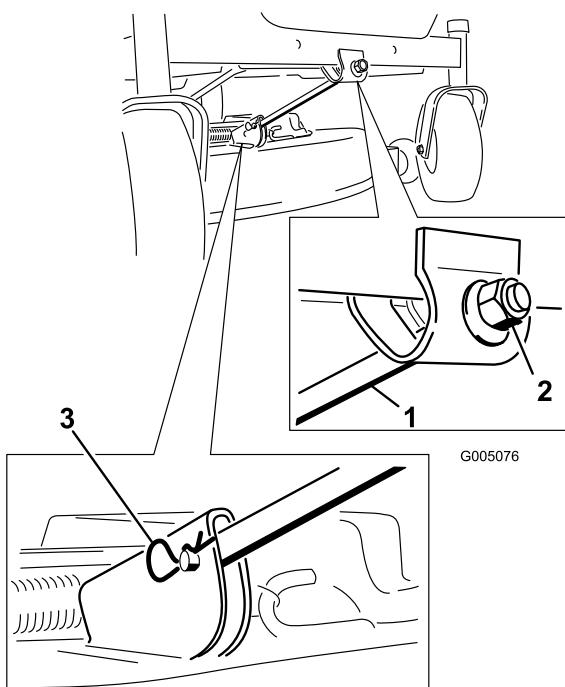

Figure 52
4. Enlevez la goupille fendue et l'axe de chape de la tige de support avant (Figure 52). Abaissez doucement l'avant du plateau de coupe au sol.
6. Fixez la tige de support avant au plateau de coupe à l'aide de l'axe de chape et de la goupille fendue (Figure 52).